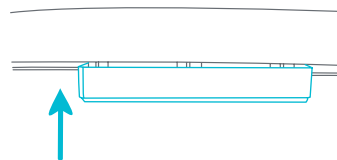

Fig. 12b
- **REINSTALAR:** Empuje el tope en la carcasa completamente (Fig. 12b). Asegúrese de aplicar suficiente presión al insertar los tapones.